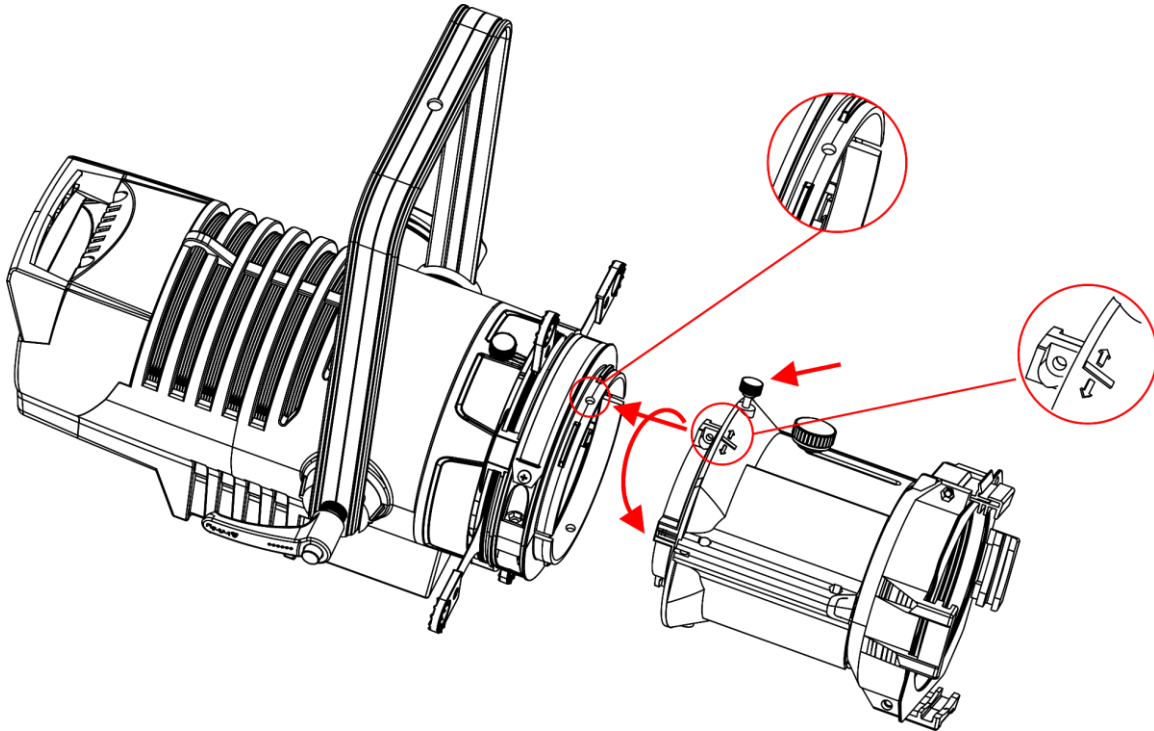

Abb. 05
- 02) Führen Sie den Ausschnitt an der markierten Stelle in den Schlitz der Halterung ein, siehe Abbildung 05.